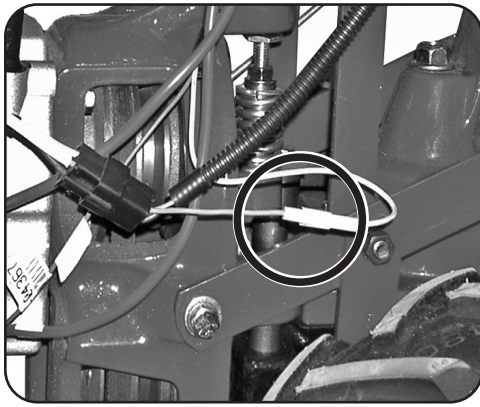

Figure 3-4
2. Branchez les fils de sécurité (les fils verts et jaunes). Voir Figure 3-4.